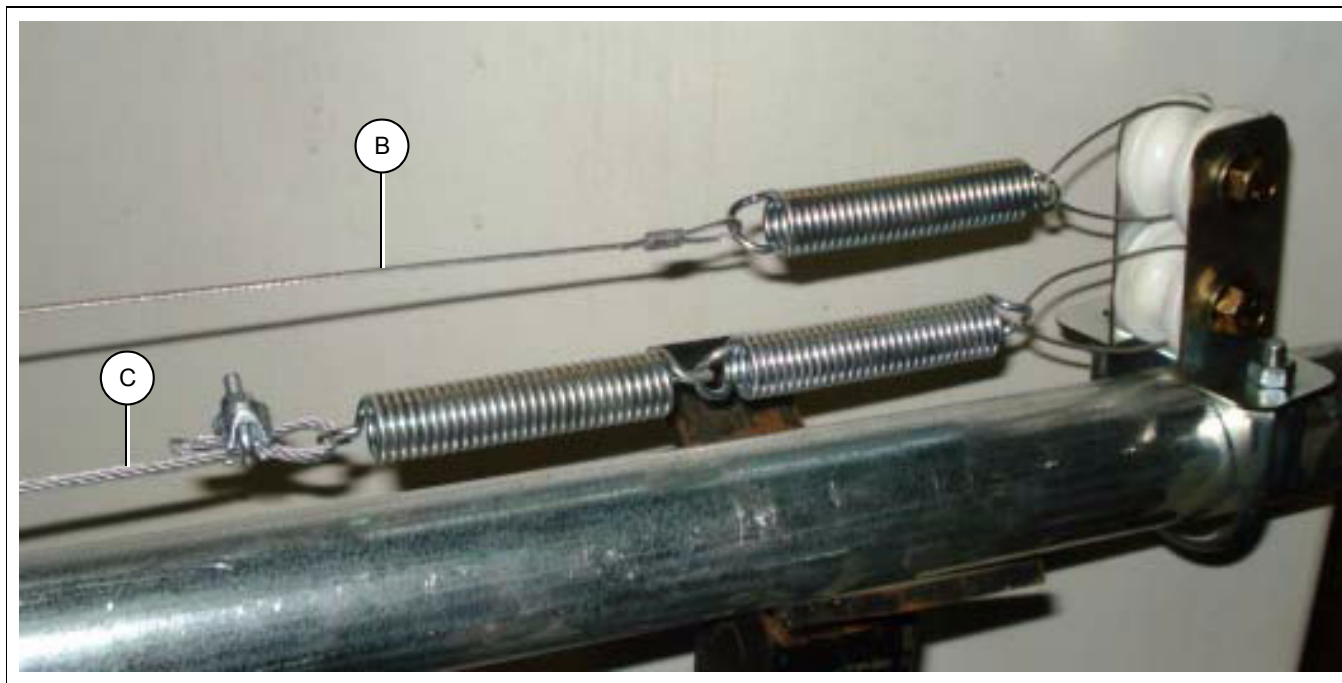

Рисунок 5W
3. Установите трос ворота (С) под проводом электрошокера (В), как показано на Рисунок 5W. Обязательно используйте две (2) пружины для надлежащего растяжения во время использования системы ворота.